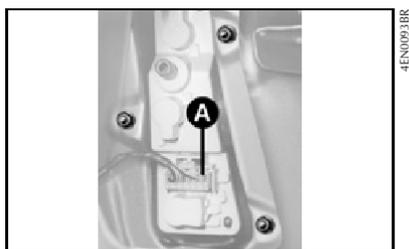

fig. 22
1) por dentro do porta-malas, levantar a abertura no carpete e soltar a porca **A-fig. 22**.